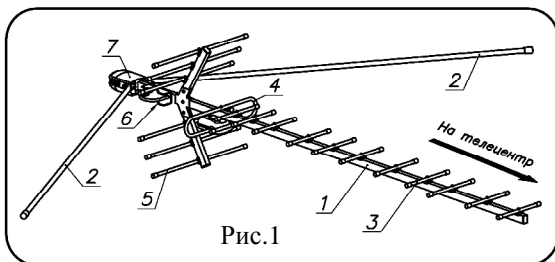
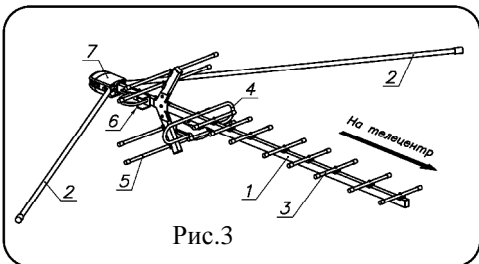

Рис.1
Рис.3
- 1.1. Общий вид антенны 12 серии приведен на рис.1. На рис.3 приведен общий вид антенны 9 серии.